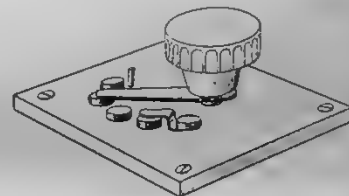

Рис. 2. Устройство переключателя К. П. I.
Для удобства и более надежного соединения, латунный контакт (5) переключателя $KП$ имеет латунную пружинку, которая плотно прижимается к движку переключателя в тот момент, когда движок надвигается на 4-й (4) контакт, тем самым обеспечивая короткое соединение контактов 4 и 5 переключателя $KП$ (рис. 2). В то же время, когда движок переключателя находится на первых трех (1, 2, 3) контактах, между четвертым контактом и латунной пружинкой образуется воздушный зазор около 1 мм.